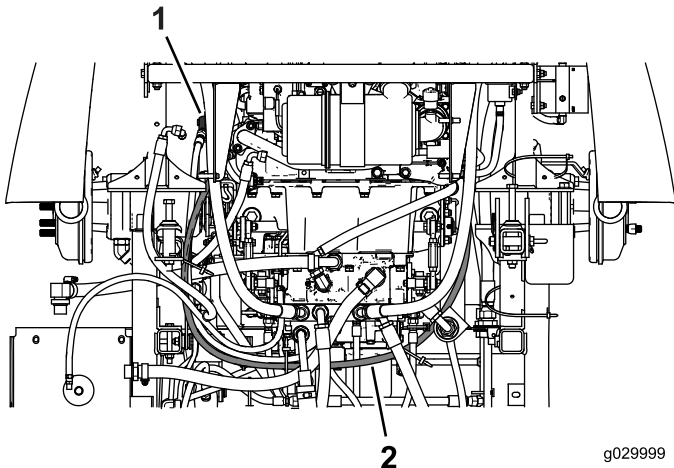

Figura 17
4. Enrute la manguera hidráulica larga según se muestra en Figura 17.